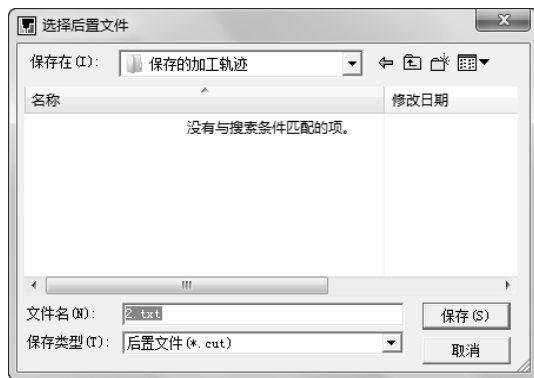

图 2-78 “选择后置文件”对话框
1) 选择下拉菜单“加工”→“后置处理”→“生成 G 代码”命令,系统自动弹出“生成后置代码”对话框。选择存取后置文件 (*.cut) 的地址,并填写后置程序文件名,可对其进行编辑,如图 2-78 所示。